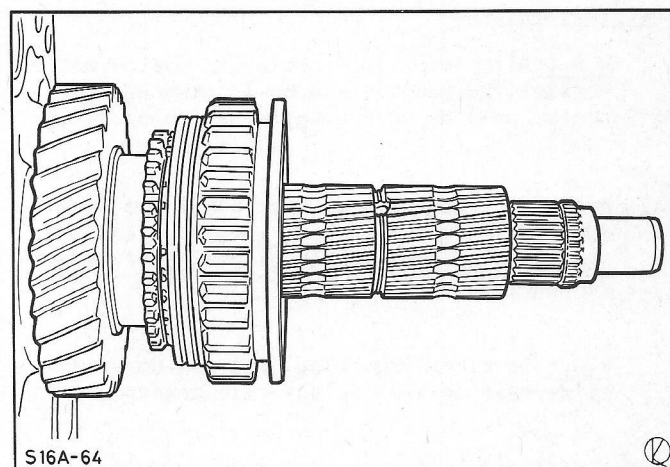

Fig. 24 De schakelgroef moet zich in de afgebeelde stand bevinden.
N.B.: De schakelgroef van de 1e/2e versnelling moet zo worden geplaatst als in fig. 24 is afgebeeld.